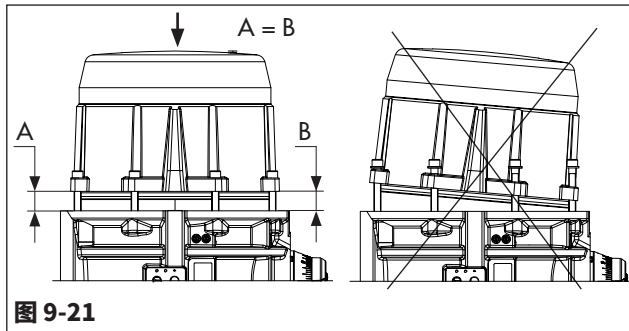

图 9-21
- 如图9-21所示, 组装端盖, 使执行机构器体与端盖接口之间保持恒定距离 (A = B)。